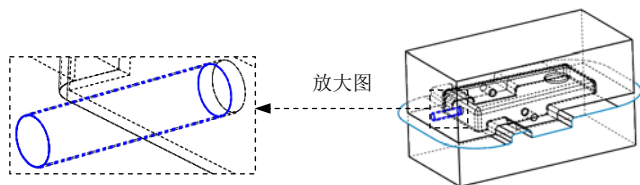

图 10.7.18 滑块 3
Step5. 单击“型心”对话框中的  按钮，完成图 10.7.18 所示的滑块 3 的创建。